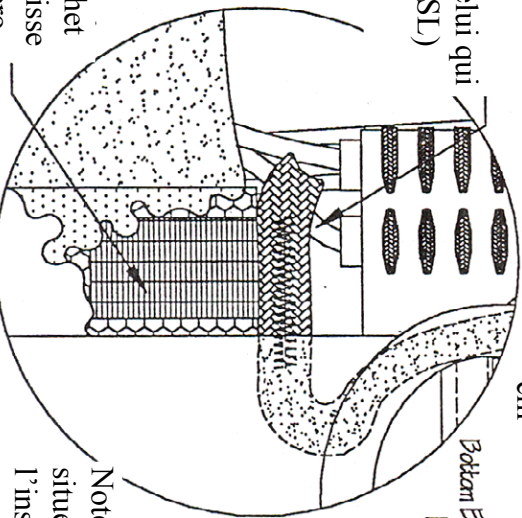

Figure 4B
7) Le velcro côté crochet cousu sur la drisse de libération doit être appliqué sur le velcro de la pochette de la poignée de libération, derrière la poignée de libération. (Figure 4B)